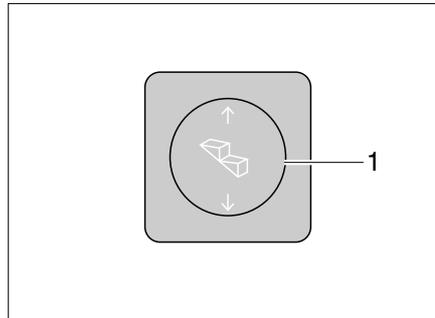

Bild 5 Bedienschalter Eintrittstufe
- Wippschalter (Bild 5,1) unten drücken, bis die Eintrittstufe vollständig ausgefahren ist.
- Wippschalter (Bild 5,1) oben drücken, bis die Eintrittstufe vollständig eingefahren ist.